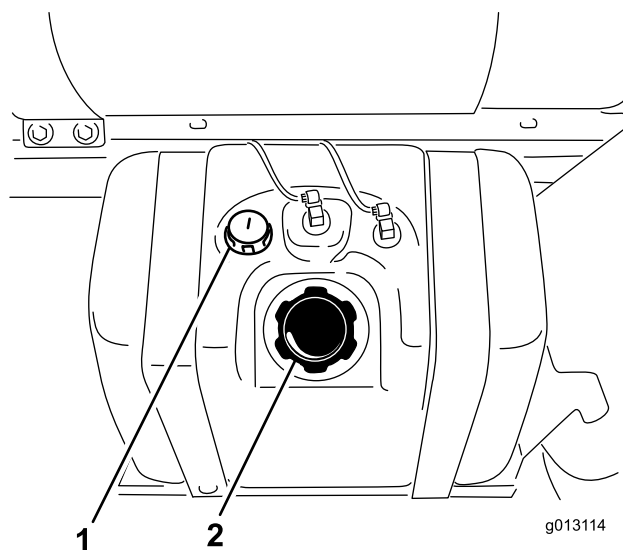

図 22
2. 燃料タンクのキャップ（図 22）の周囲をきれいに拭く。